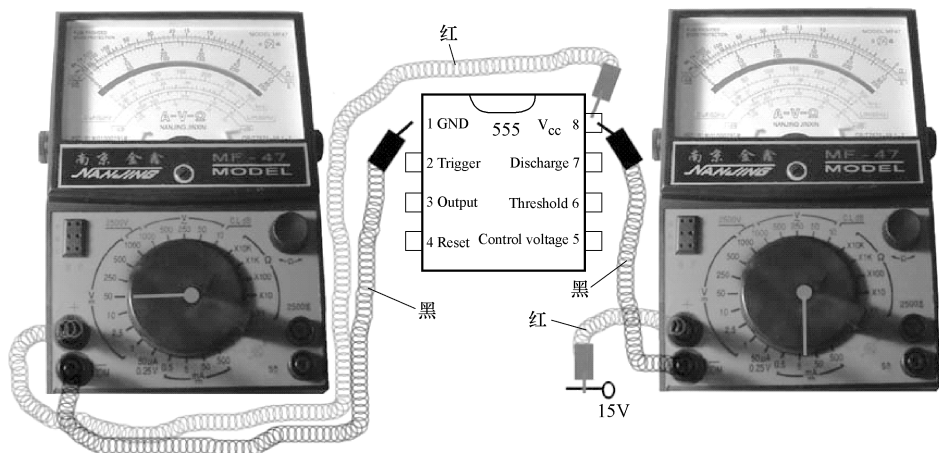

图 5-7 555 时基集成电路静态功耗测试
静态功耗就是电路无负载时的功率，测试时可用将万用表置于 50V 挡测出 V_{CC} 值（厂家测试条件 $V_{CC} = 15V$ ），再将万用表置于电流 10mA 挡串入电源与 555 时基集成电路的⑧引脚之间，指针所指示的值为静态电流，用静态电流乘以电源电压即为静态功耗。图 5-7 所示为 555 时基集成电路静态功耗测试示意图。